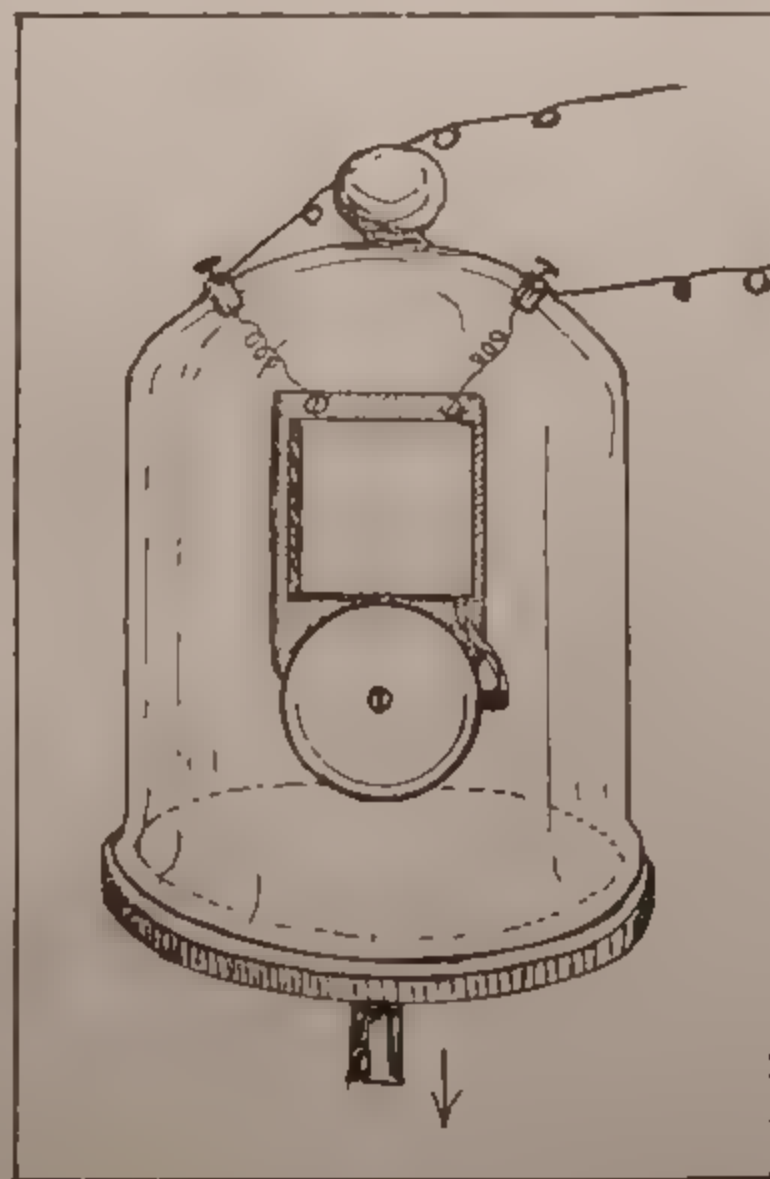

Fig. 88. — CAMPANELLO ELETTRICO NEL VUOTO.
**64. Mezzo di propagazione del suono.** — Se le vibrazioni di un corpo avvengono nel vuoto, il suono non si produce. Si può fare l'esperienza di mettere sotto la macchina pneumatica (fig. 88) un campa-